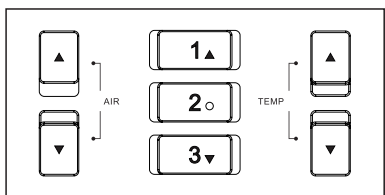

Figure 1-4
1. Ajustez la valeur de volume d'air: appuyez sur la touche "▲" ou "▼" d'AIR (comme Figure 1-4), maintenez pour un réglage rapide, la valeur de réglage sera enregistrée automatiquement 3 secondes après avoir appuyé sur la touche.